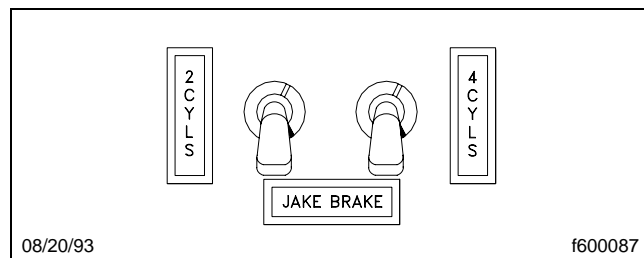

Fig. 7.10, Interrupteurs du frein moteur
- deux interrupteurs sur la planche de bord (**Fig. 7.10**), qui sont des commutateurs «ON/OFF» (Marche/Arrêt) à bascule;